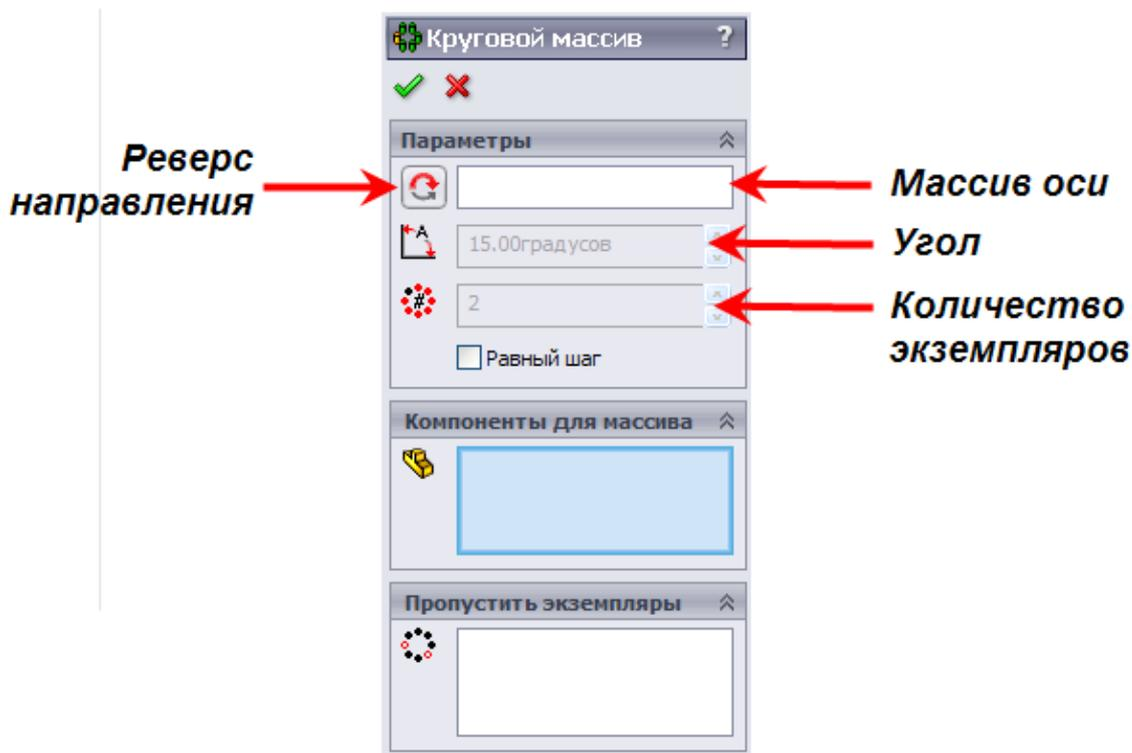

Рис. 11.89 Менеджер свойств команды Круговой массив компонентов
2. В открывшемся *Менеджере свойств* (рис.11.89), на панели **Параметры** осуществляется настройка основных параметров кругового массива, отвечающих за характер и направление распространения копируемых им компонентов.
4. Если компоненты сборки, располагаемые по круговому массиву, распределяются равномерно на полный оборот ( $360^\circ$ ) окружности массива, то совершенно неважно в каком направлении (по часовой стрелке или против часовой стрелки) выполняется их копирование. Однако, если оборот распределения массива не полон, или компоненты массива распределены с заданным шагом, то в этом случае направление распределения массива играет важную роль, а потому его можно изменять, нажав кнопку *Реверс направления*  (рис.11.89).
**Примечание:** Для того, чтобы копируемые экземпляры компонентов массива равномерно распределялись на введенном значении угла распределения массива, нужно установить флажок на параметре *Равный шаг* (рис.11.89), при этом значение параметра *Угол* устанавливается равным  $360^\circ$  автоматически, но его можно изменить на требуемую величину.
6. Для того, чтобы пропустить не нужные для копирования экземпляры, активизируйте окно (см.рис.11.89) *Пропустить экземпляры*  в одноименной панели *Менеджера свойств* и выберите предварительный вид экземпляра в **Графической области**.